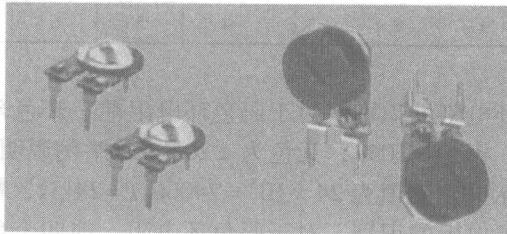

图 1-1-8 微调电阻及符号
2) 微调电阻：常见的电阻调整方式为转动方式，调整后即予以固定，常见微调电阻及符号如图 1-1-8 所示。